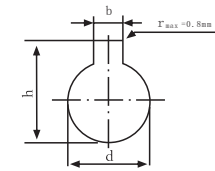

图1 安装孔直径和键槽尺寸图
4.2.1 信号灯安装板的安装孔直径和键槽尺寸(如有时)应符合表1、图1的规定。